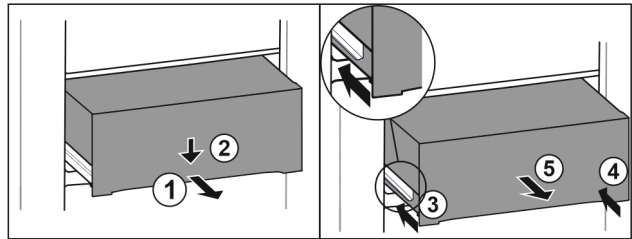

Fig. 151
- Dra ut utdragslåda till hälften. Fig. 151 (1)
- Tryck utdragslådan på framsidan nedåt. Fig. 151 (2)
- Skjut in vänster skena ca 2 cm. Fig. 151 (3)
- Skjut in höger skena ca 2 cm. Fig. 151 (4)
- Ta ut utdragslåda genom att dra den framåt. Fig. 151 (5)